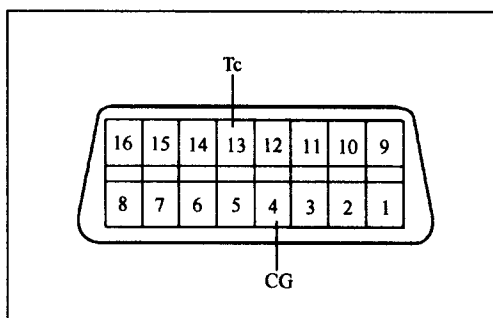
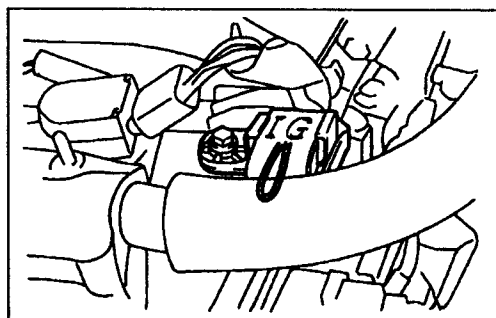

图 1-1
图 1-2
①用维修短接线(SST 09843-18040)短接 DLC3 中的端子 13(Tc)和端子 4(CG),如图 1-1 所示。注意:确信连接正确,否则会使发动机损坏;关掉所有电器;当冷动风扇电机停止运转后才做检查。
②拆下 2 号发动机盖罩。
③如图 1-2 所示,拉出线束,接上正时灯。注意:使用可以连接初级信号的正时灯,检查完毕后,固定好线束。